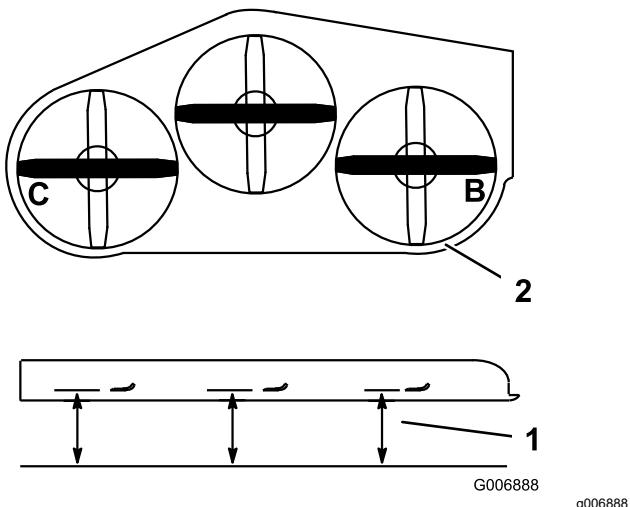

Figura 79
- Mida en las posiciones **B** y **C** desde una superficie nivelada hasta el filo de corte de los extremos de las cuchillas (Figura 79).